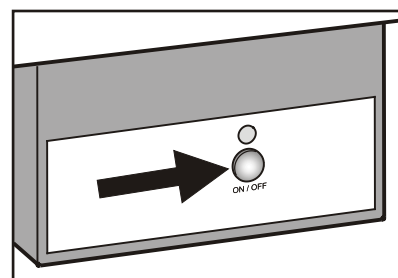

Figura 23
- Presione la tecla “ON/OFF”, de forma que se encienda el correspondiente piloto de control (**Figura 23**).
- Presione el botón en el alojamiento del fabricante de hielo (**Figura 23**) durante aproximadamente 3 segundos. El piloto LED encima del botón comenzará a parpadear.